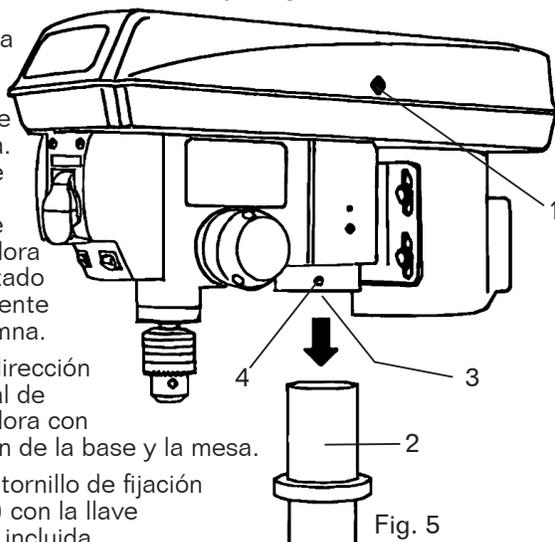

Fig. 5
CABEZAL DE PRENSA DE TALADRO A COLUMNA (FIG. 5)
1. Levante con cuidado el conjunto del cabezal de la taladradora (Fig. 5 - 1) y colóquelo sobre la columna (Fig. 5 - 2).
2. Coloque la abertura de montaje (Fig. 5 - 3) en el cabezal de la taladradora sobre la parte superior de la columna. Asegúrese de que el cabezal de la taladradora esté asentado correctamente en la columna.
4. Apriete el tornillo de fijación (Fig. 5 - 4) con la llave hexagonal incluida.